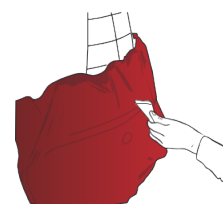

Abbildung 14
- › Folie mit einer mit Wollfilz überzogenen Kunststoffrakel auf der gesamten Fläche andrücken. Dabei darauf achten, sie auf der konvexen Fläche vorsichtig zu glätten (Abb. 14), um Spannungen und Falten zu entfernen.